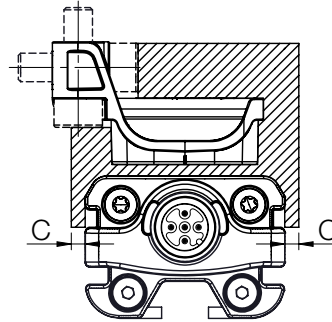

图 5-5: 最小间距C
- 位置指示器和磁化材料构成的部件之间的距离C至少应为10 mm(参见图 5-5)。
- 位置指示器和磁化材料构成的部件之间的距离C至少应为10 mm（参见图 5-5）。